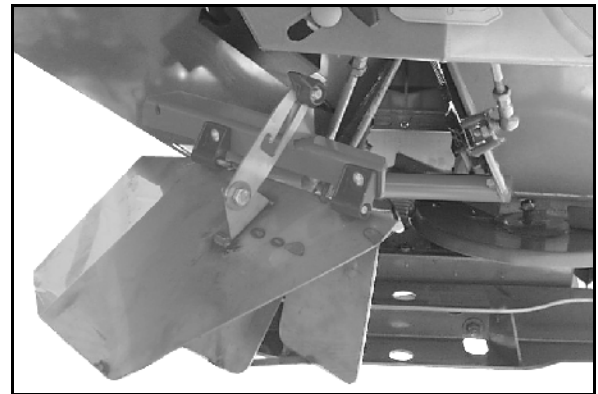
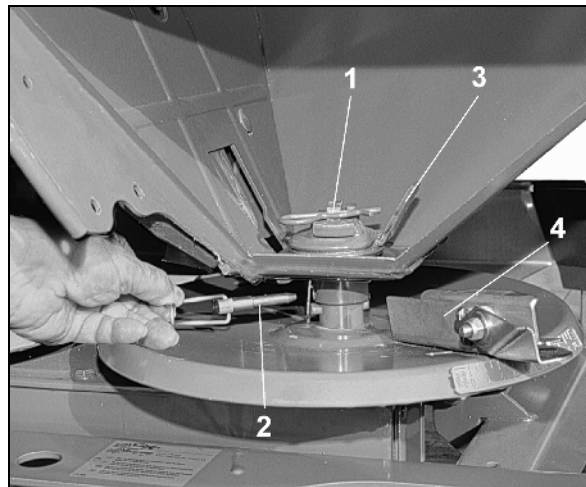

图 87
图 88
- 关闭左侧滑门 (图 87/1) 。
2. 松脱翼型螺母 (图 87/2) 。
3. 将临界撒播罩 (图 87/3) 从停止使用位置向下摆动至工作位置 (图 88) 。
4. 重新拧紧翼型螺母 (图 87/2) 。